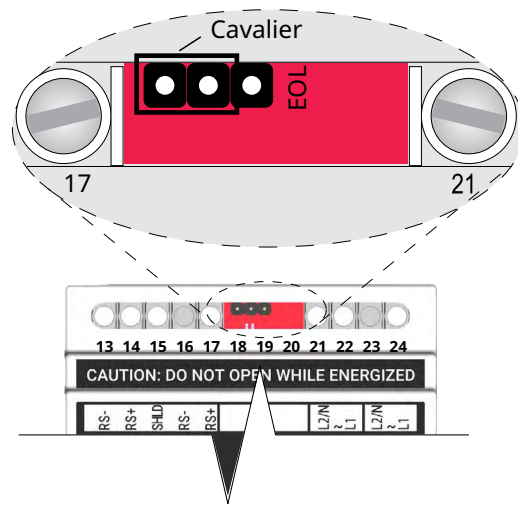

Figure 4b. Cavalier de fin de ligne (EOL) pour tous les autres TTSIM
- Sur tous les autres TTSIM du circuit, placez le cavalier comme illustré à la figure 4b.